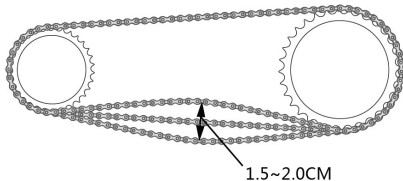

Abbildung 12
2. Ziehen Sie das Rad nach hinten, bis die Kette einen Bewegungsspielraum von 1,5 bis 2,0 cm hat (siehe Abbildung 12).